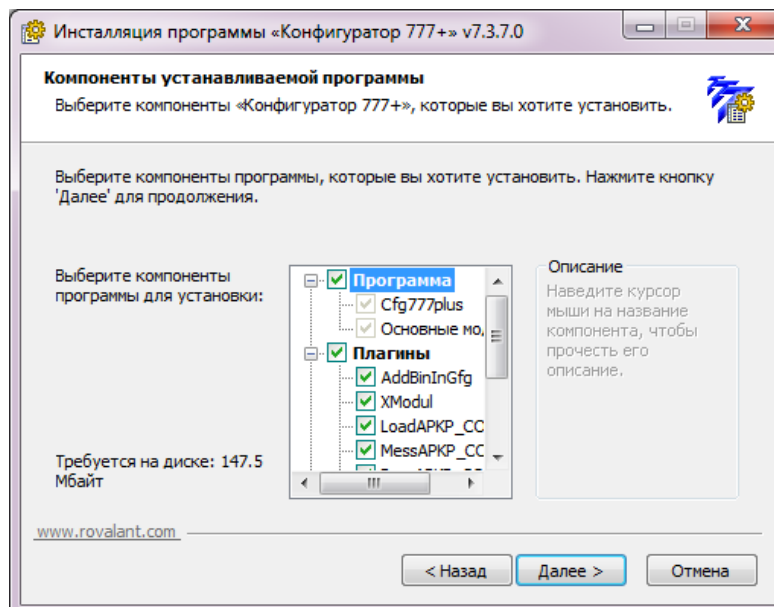

Рисунок 6. Скриншот выбора компонентов программы
- 4.3. После нажатия кнопки «Далее» отобразятся программы и модули, входящие в комплект установки программы (рисунок 6). Список выбранных компонентов будет сохранен, и при последующих инсталляциях новых версий программы их не нужно будет определять заново.